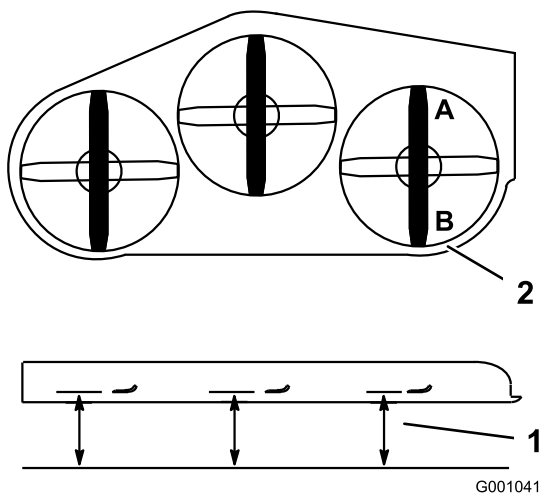

Figura 92
2. Coloque una cuchilla en posición longitudinal. Mida en las posiciones A y B desde una superficie nivelada hasta el filo de corte de los extremos de la cuchilla (Figura 92).